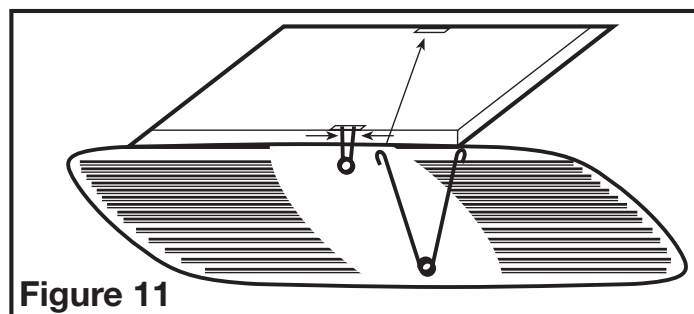

Figure 11
4. Installer la grille en pressant ensemble les deux extrémités des ressorts et en les installant dans les fentes du châssis du ventilateur. Pousser la grille en position (**Figure 11**).